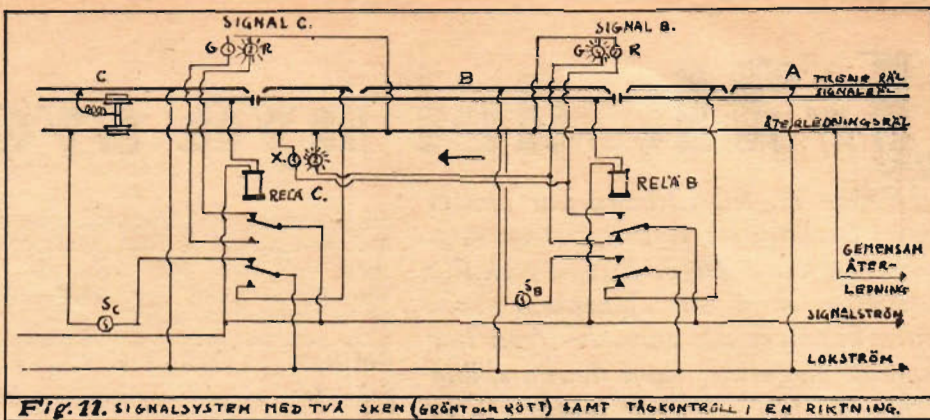

Fig. 11. SIGNALSYSTEM MED TVÅ SKEN (GRÖNT OCH RÖTT) SAMT TÅGKONTROLL I EN RIKTNING.
Ljussignaler med två sken, rött och grönt (stopp och klart) regleras av reläer med två kontakter. Se fig. 11. En kontakt avser tågkontrollen precis som i fig. 10. På ett ställe (X) visas signa-